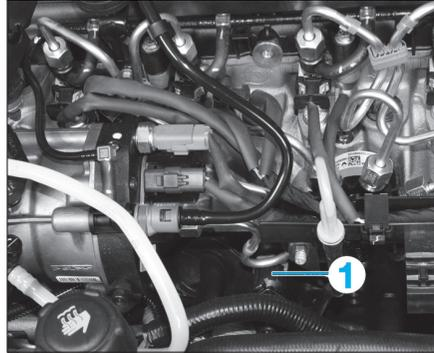

Fig. 5
- le connecteur du capteur de cliquetis (1) (Fig.5),